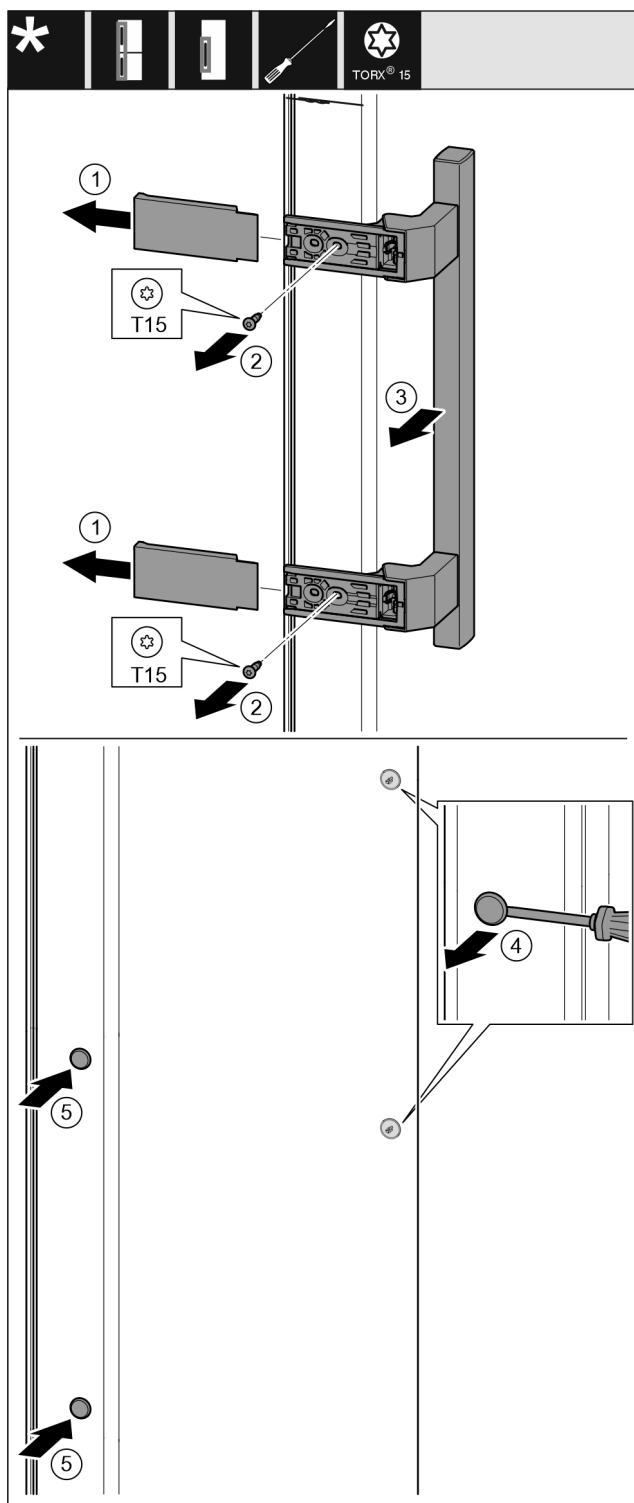

Fig. 19
- Dra bort skydd. Fig. 19 (1)
- Skruva ur skruvar med skruvmejsel Torx 15. Fig. 19 (2)
- Ta av handtag. Fig. 19 (3)
- Använd den spårskruvmejsel och lyft försiktigt pluggen på sidan och dra ut den. Fig. 19 (4)
- Sätt in pluggen på andra sidan igen. Fig. 19 (5)